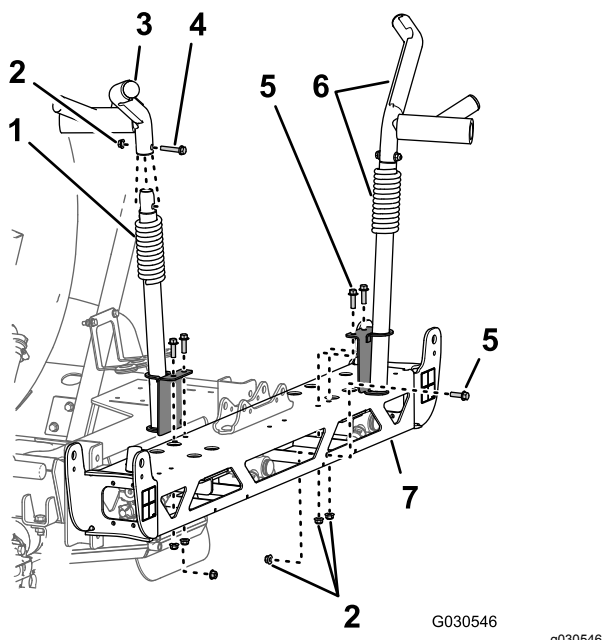

Bild 77
- Entfernen Sie an der linken Auslegerwiege die Bundkopfschraube (3/8" x 2") und Sicherungsbundmutter (3/8"), mit denen die linke obere Wiege an der unteren Wiege befestigt ist (Bild 77).
- Entfernen Sie die drei Bundkopfschrauben (3/8" x 2") und die drei Sicherungsbundmutter (3/8"), mit denen die linke untere Auslegerwiege am Rahmen des mittleren Auslegerabschnitts befestigt ist, und nehmen Sie die Wiege ab (Bild 77).
- Entfernen Sie an der rechten Wiege die horizontale und die zwei vertikalen Bundkopfschrauben (3/8" x 1-1/4") und die drei Sicherungsbundmutter (3/8"), mit denen die rechte Auslegerwiege am Rahmen des mittleren Auslegerabschnitts befestigt ist (Bild 77).